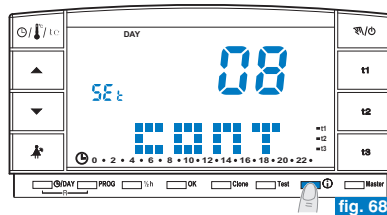

fig. 68
- Dalla videata precedente premere un'altra volta il tasto **ⓘ**: sul display apparirà la scritta **CONT** e il valore di contrasto attivo; impostazione di fabbrica **08** (esempio in fig. 68).